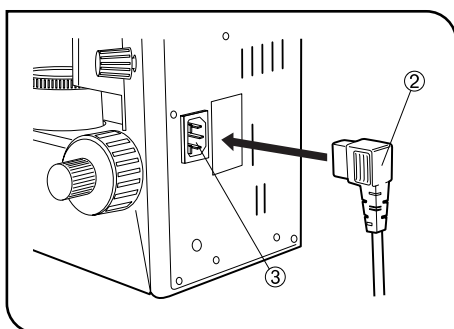

Abb. 31
## 8 Anschließen des Netzkabels (Abb. 31 & 32)
1. Den Stecker des Netzkabels ② in die Netzanschlussbuchse ③ einstecken. (Abb. 31)